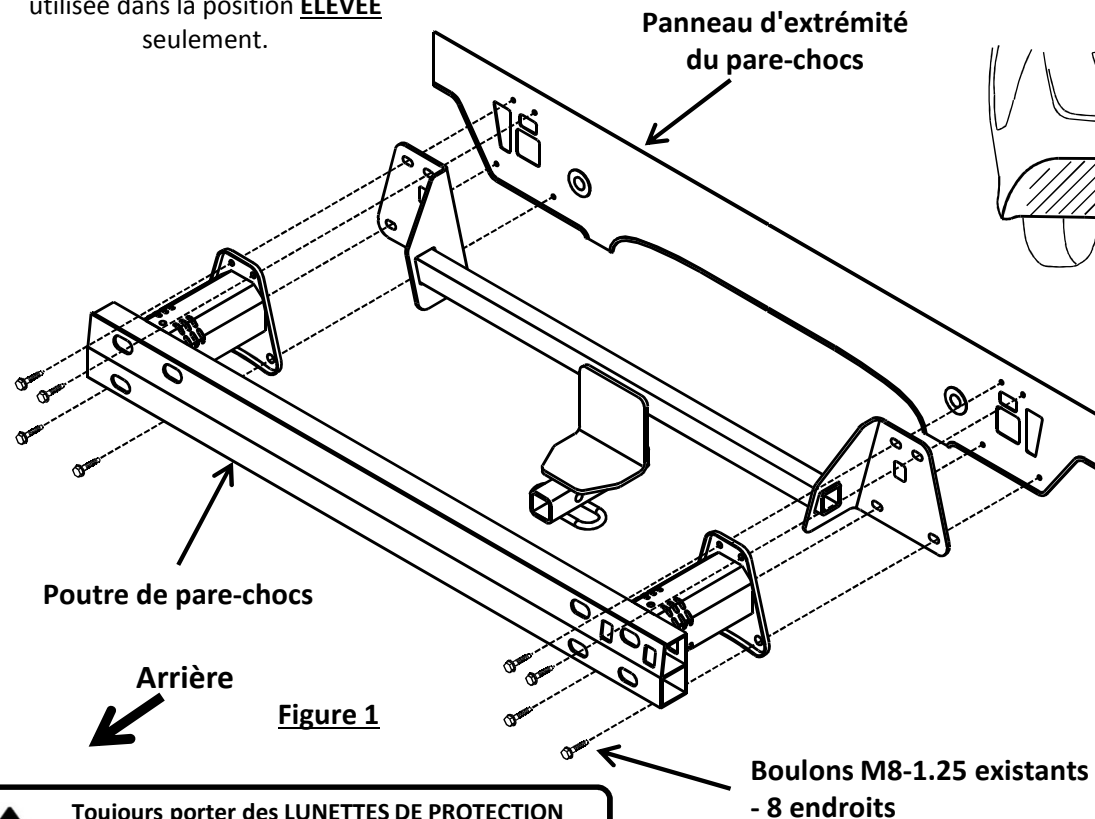

Figure 1
3. **Remove bumper beam** – using a 12mm socket, remove (8) M8 bolts, (4) per side, attaching bumper beam to end panel. See Figure 1.
5. **Hitch installation** – raise hitch and bumper beam into position aligning holes with weldnuts in the end panel. Sandwich the hitch between bumper beam and end panel. See Figure 1.
6. **Reinstall fasteners** - Loosely reinstall the existing (8) M8 bolts into weldnuts in end panel, (4) per side.
8. **Reinstall lower fascia and wiring clips** – reinstall the lower fascia aligning tabs in lower fascia with upper fascia. Reinstall the (5) wiring clips into fascia tabs above the bumper beam. Reinstall the (2) screws at outer edge of fascia.
3. **Enlever la poutre de pare-chocs** – À l'aide d'une douille 12 mm, retirer huit (8) boulons M8, quatre (4) par côté, qui fixent la poutre de pare-chocs au panneau d'extrémité. Voir Figure 1.
5. **Installer l'attelage** – Soulever l'attelage et la poutre de pare-chocs en position en alignant les trous sur les écrous soudés dans le panneau d'extrémité. Intercaler l'attelage entre la poutre et le panneau d'extrémité. Voir la Figure 1.
6. **Reposer la visserie** - Reposer lâchement les huit (8) boulons M8 existants dans les écrous soudés du panneau d'extrémité, quatre (4) par côté.
8. **Réinstaller le carénage inférieur et les agrafes de câble** – Réinstaller le carénage inférieur en alignant ses languettes sur le carénage supérieur. Reposer les cinq (5) agrafes de câblage dans les languettes de carénage au-dessus de la poutre de pare-chocs. Reposer deux (2) vis dans le bord extérieur du carénage.